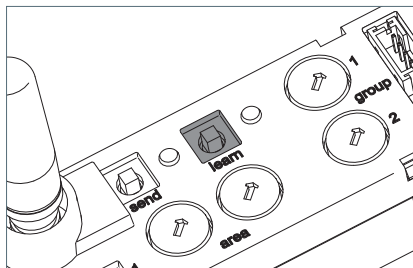

Fig. 22: Tasto "learn".
- ▶ Premere il tasto "learn" e tenerlo premuto per cinque-dieci secondi, finché il LED "learn" non lampeggia velocemente, vedi Fig. 22.